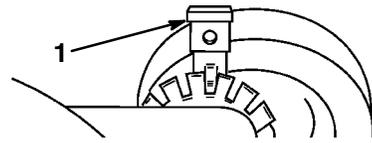

Figure 15
1. Tirez le levier de réglage de hauteur vers la roue et sélectionnez la position souhaitée (Fig. 15).